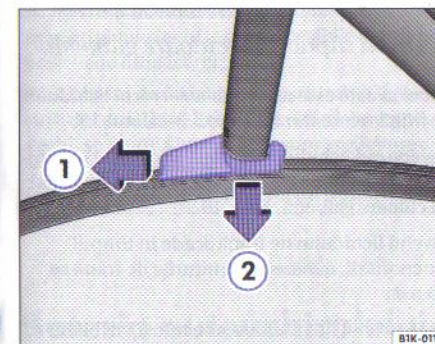

Fig. 15 Înlocuirea lamei ștergătorului de lunetă
- Desprindeți lamela în sensul indicat de săgeată ⇒ fig. 15 ①.
- Trageți lamela în sensul indicat de săgeată ②.
- Introduceți o lamă nouă, de aceeași lungime și formă în sens contrar săgeții ②.
- Blocați lama ștergătorului contrar sensului ①, până se blochează.